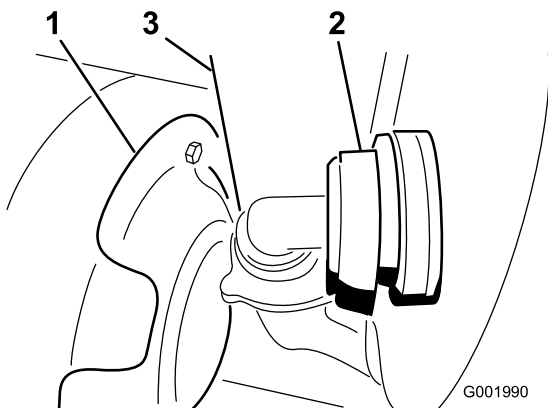

Figura 53
3. Desconecte la manguera situada en la cara delantera inferior del depósito (Figura 53).
Nota: Es posible que usted tenga que empujar hacia atrás el protector térmico (Figura 53) mientras retira la cubierta.
7. Conecte la manguera a la parte delantera del depósito (Figura 53).